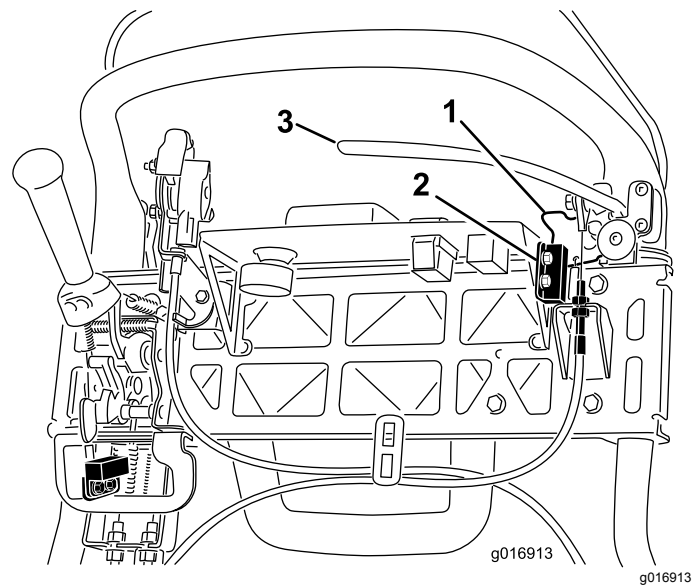

Bild 45
4. Lockern und entfernen Sie die Befestigungen des Sicherheitsschalters (**Bild 45**).
5. Legen Sie eine 1,6 mm dicke Beilagscheibe zwischen den Feststellbremsriegel und den Sicherheitsschalter (**Bild 45**).
4. Lösen Sie zum Erhöhen der Bremszugspannung die obere Kabelklemmmutter und ziehen die untere (Bild 45) an, bis eine Kraft von 156 N zum Lösen des Feststellbremsriegels auf den Bremshebel aufgebracht werden muss.